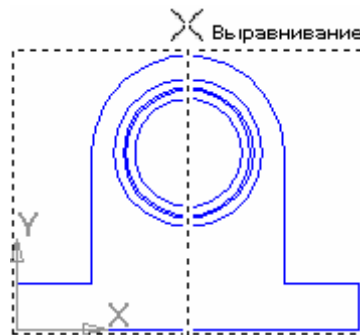

Рисунок 9.4 – Створення розрізу
5. У якості головного зображення створимо розріз (рис. 9.4). Для чого, на Інструментальній панелі **Позначення**  виберіть команду **Лінія розрізу** . Створіть лінію розрізу, використовуючи об'єкту прив'язку **Вирівнювання**.